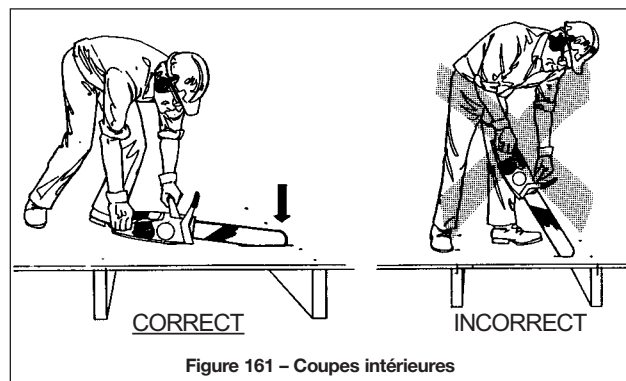

Figure 161 – Coupes intérieures
- Effectuez les coupes intérieures avec grande précaution (figure 161). Commencez la coupe en engageant le côté inférieur de l'embout du guide, puis abaissez la scie en la reculant pour éviter le contact avec la zone de choc de recul. Considérer le recours à un autre outil, tel qu'une scie sauteuse.